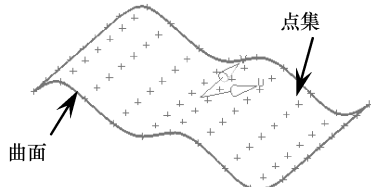

图 5-32 面的点
- 面的点：选择一个曲面，在其上创建点集，如图5-32所示。